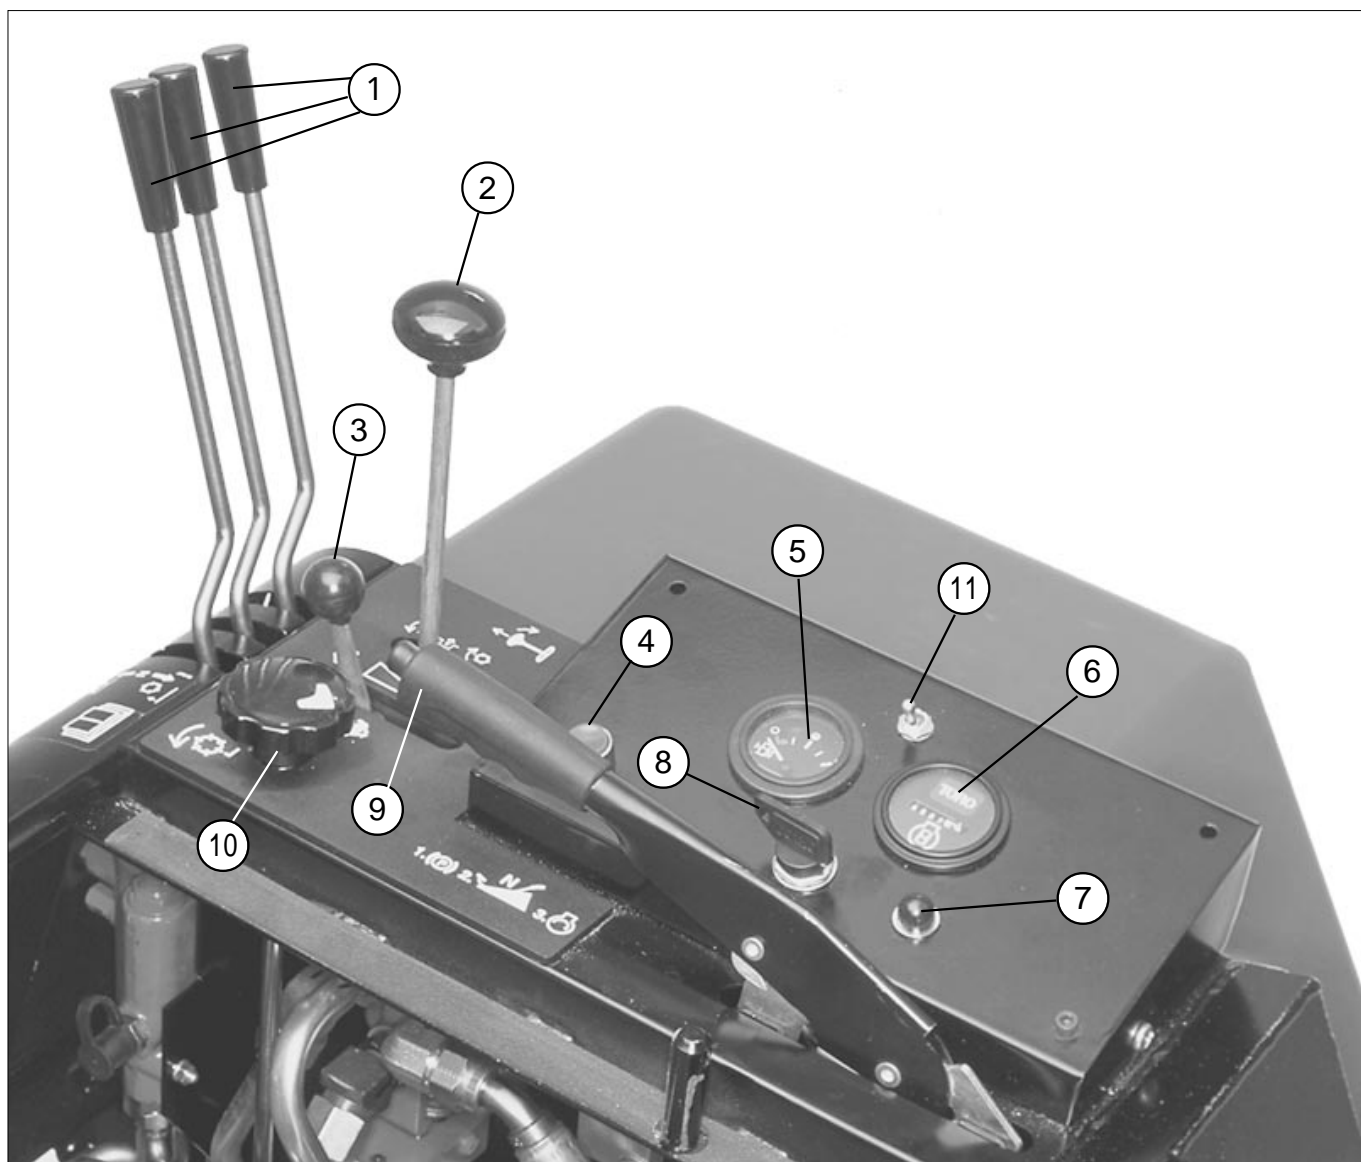

図 13
カッティングユニット昇降レバー（図13）
エンジン オーバーライド ボタン（図13）
燃料計（図13）
アワー メータ（図13）
プレヒート インジケータ（図13）
始動スイッチ（図13）
駐車ブレーキ レバー（図13）
芝刈り/バックラップ レバー（図13）
リール速度 コントロール（図13）
スロットル コントロール（図13）
4輪駆動スイッチ（図13）
1. 着席し、走行ペダルから足を離し、駐車ブレーキが掛かっていることを確認します（図13）。走行ペダルと芝刈り/バックラップレバーがニュートラル位置にあることを確認する。
2. 着席し、駐車ブレーキ（図13）芝刈り/バックラップレバー（図13）を「芝刈り」及び「バックラップ」位置でそれぞれエンジンを始動させてみる。クランキングしなければ正常。クランキングするのは、カッター駆動スイッチの不良であるから直ちに修理する。
作業中に警告灯が点灯したら、直ちに機械を停止し、原因を確認してください。異常を放置したまま作業を続けると本機に重大な損傷を招く可能性があります。但し、エンジンがオーバーヒートした時に、オーバーライドボタン（図13）を押してエンジンを再稼働させ、退避場所までごく短時間だけ運転するのは構いません。